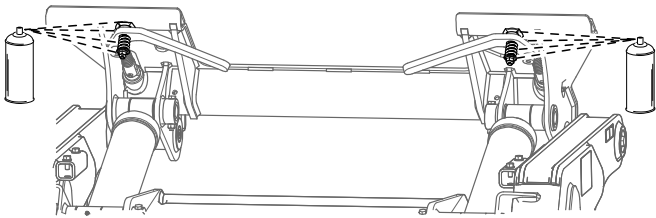

Figura 45
7. Lubrique los acoplamientos rápidos con lubricante en spray (Figura 45).